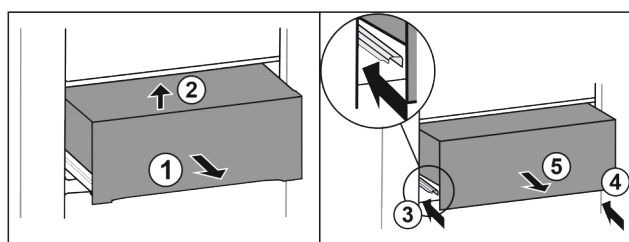

Fig. 32
- Zásuvku napůl vytáhněte. Fig. 32 (1)
- Nadzvedněte zásuvku vpředu. Fig. 32 (2)
- Zasuňte levou kolejničku. Fig. 32 (3)
- Zasuňte pravou kolejničku. Fig. 32 (4)
- Vyměňte zásuvku dopředu. Fig. 32 (5)